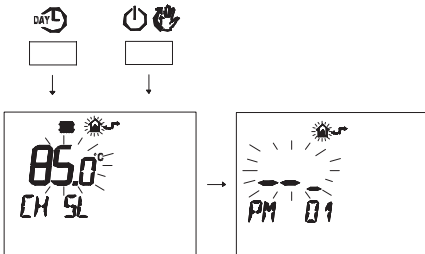

Fig. 5.75
- Premere contemporaneamente i pulsanti **DAY L** e **POWER** per entrare nella programmazione trasparente (Fig. 5.75).